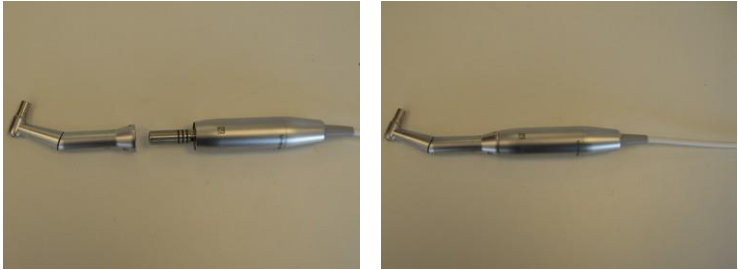

Figure 3-50. Insertion de la tête de contre-angle dans le moteur
6. Raccordez la tête de contre-angle de la pièce à main au moteur, en poussant la tête dans le moteur, comme illustré à la Figure 3-50.